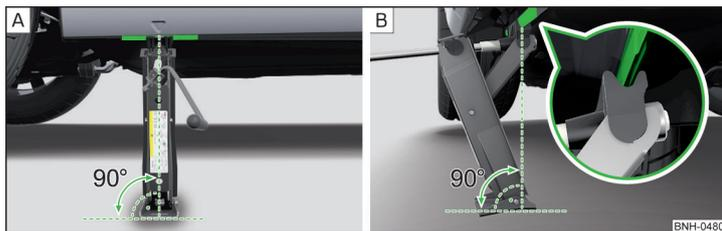

Fig. 135 Colocar el gato
- Apoye la placa de base del gato con toda la superficie en un suelo recto y asegúrese de que el gato se encuentra en posición vertical respecto al punto de apoyo » fig. 135 - [A].
- Gire el gato con la manivela debajo del punto de apoyo hasta que su garra se encuentre en el larguero inferior » fig. 135 - [B].